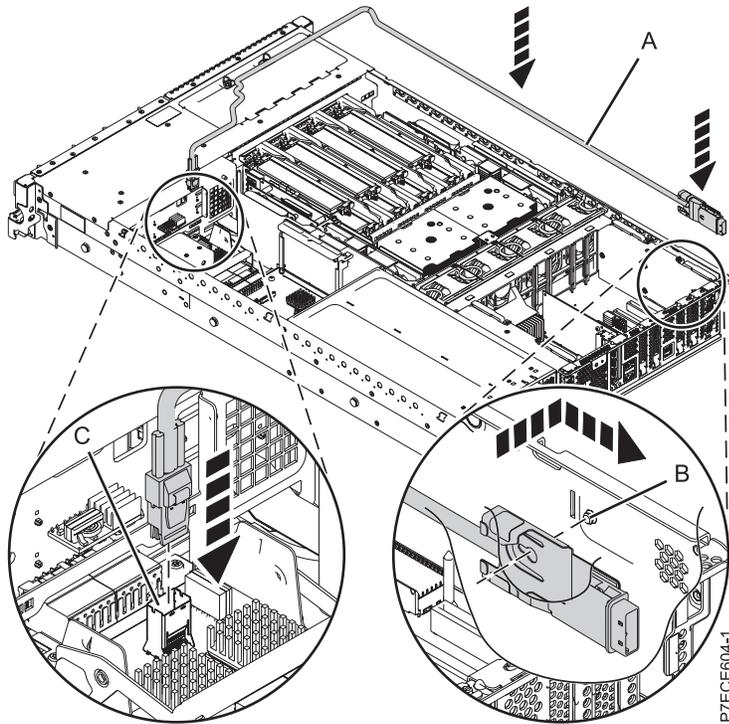

Figura 43. Sustitución del cable SAS
- 1) Conecte el miniconector SAS del cable SAS al puerto de conexión SAS interno (C) de la tarjeta intermediaria de almacenamiento hasta que encaje en su sitio. Consulte Figura 43 en la página 59.
- 2) Pase el cable (A) por delante del receptáculo elevador de memoria y a lo largo del canal de la pared lateral hasta que el conector de puerto SAS esté cerca de la apertura de la parte posterior del chasis.
- 3) Alinee y guíe la ranura de la abrazadera del conector de puerto SAS (B) por encima de la patilla de guía del chasis y, a continuación, introduzca el conector de puerto SAS en la apertura de la parte posterior del chasis hasta que la pestaña de la abrazadera encaje en su sitio.